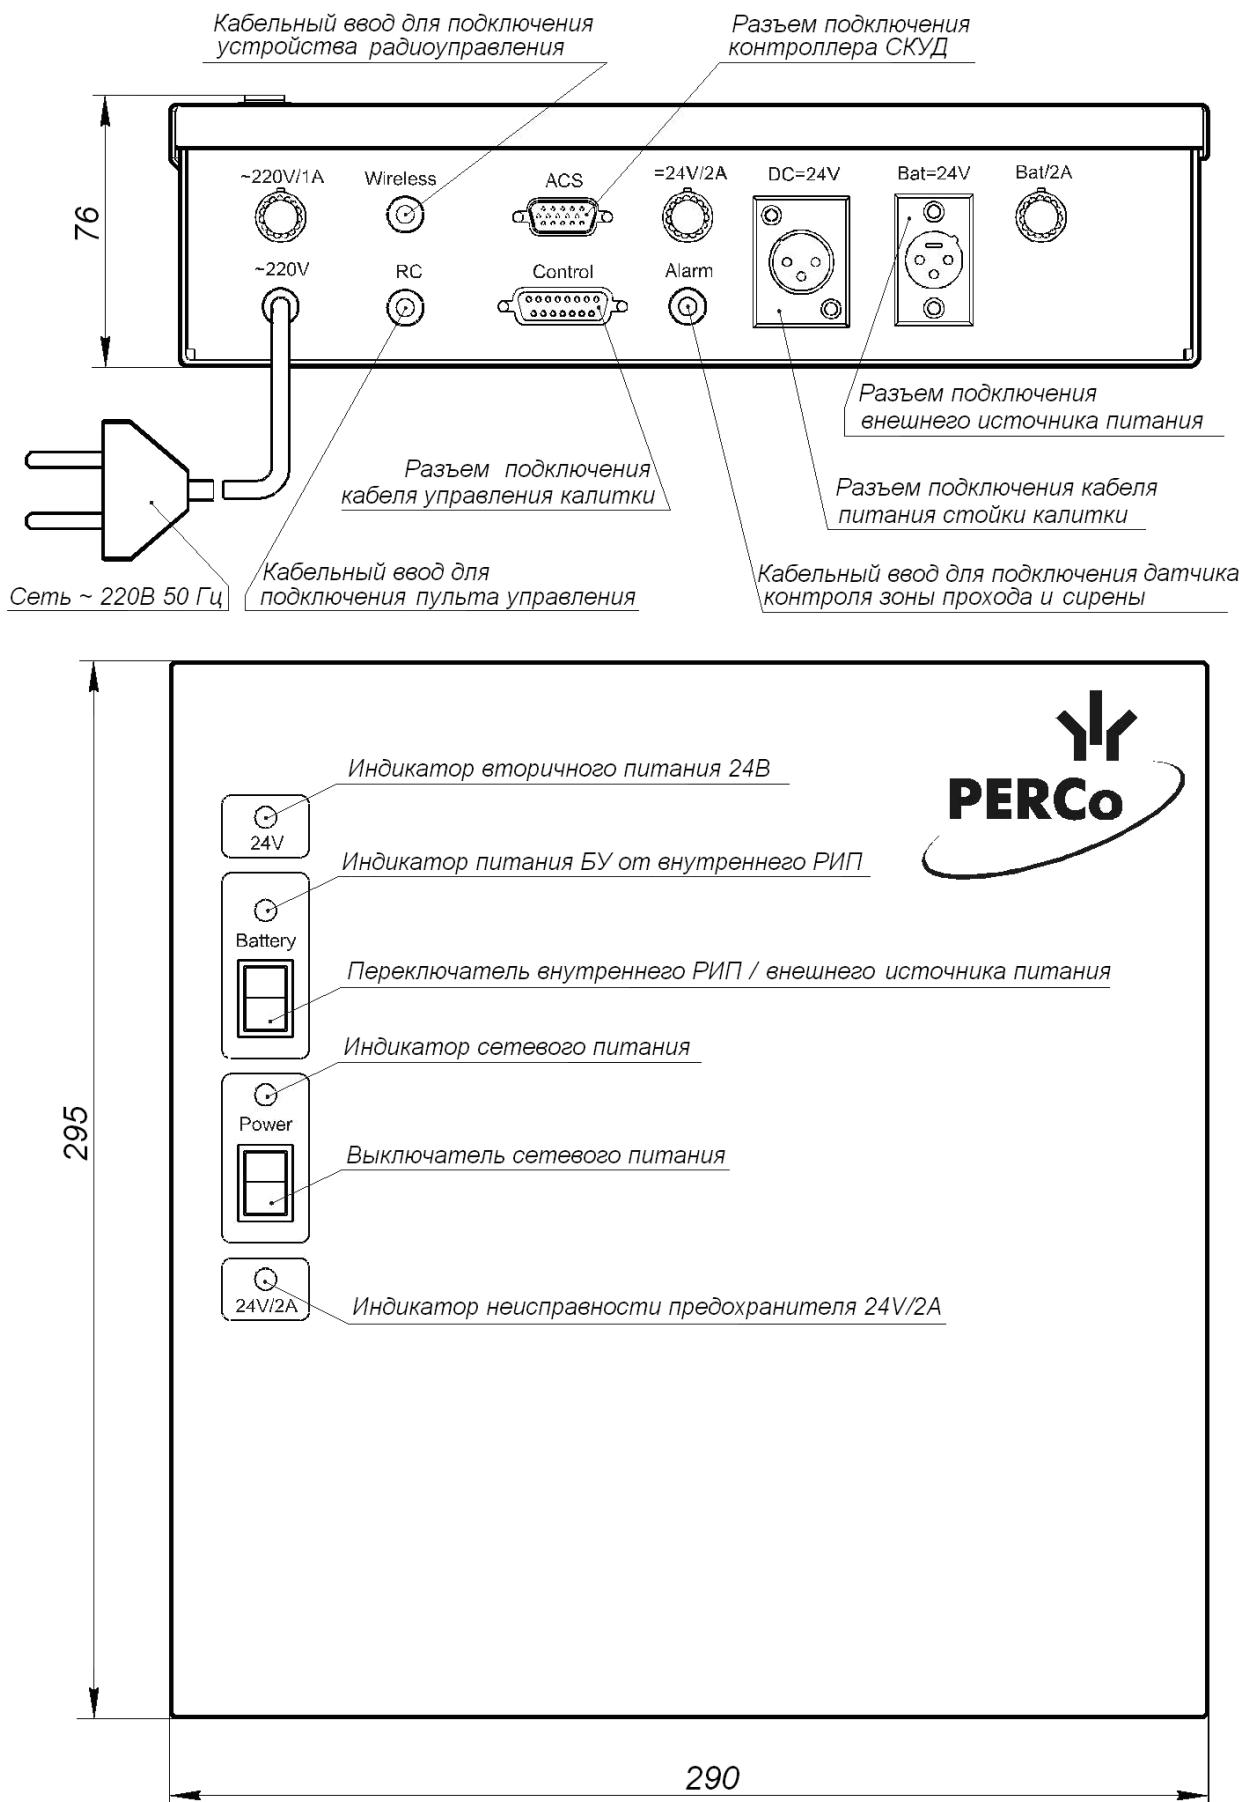

Рисунок 4. Внешний вид БУ
ПДУ (9) выполнен в виде небольшого настольного прибора в корпусе из ударопрочного АБС пластика и предназначен для задания и индикации режимов работы при ручном управлении калиткой. ПДУ (9) подключается к БУ (8) гибким многожильным кабелем (12) через кабельный ввод в нижней панели БУ (см. рис. 4).
Все переключения в блоке управления производить только при выключенном питании (выключатели **«Power»** и **«Battery»** в положение **«0»**, рис. 4) и отсоединенном от сети сетевом кабеле.
БУ (8) предназначен для обеспечения электропитания внутреннего оборудования калитки и реализации алгоритма управления. Он выполнен в виде отдельного прибора в закрытом металлическом корпусе с крышкой (см. рис. 4), который имеет возможность настенного крепления с антисдергивающей фиксацией. Возможно настольное использование БУ.
В корпусе БУ (8) находятся: силовой трансформатор, модуль ИП, модуль процессорный, два 12-вольтовых аккумулятора внутреннего РИП. На лицевой панели БУ расположены следующие индикаторы (см. рис. 4):
Все переключения в блоке управления производить только при выключенном питании (выключатели «Power» и «Battery» в положение «0», рис. 4) и отсоединенном от сети сетевом кабеле.
Подключение СКУД производится к разъему «ACS» БУ (см. рис. 4). Назначение контактов разъема «ACS» БУ показано на рис. 6. Разъем СКУД прилагается в комплекте ЗИП.